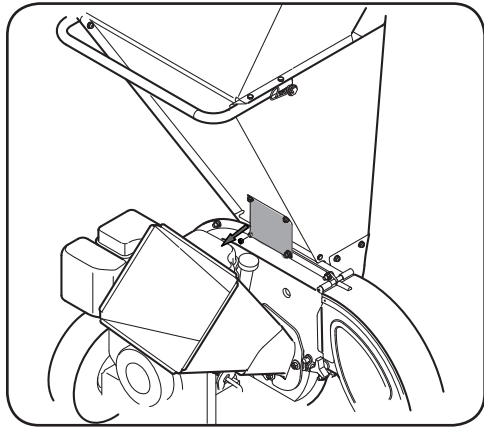

Figure 4-3
2. Retirez les deux écrous à bride et les deux boulons qui fixent le support de la trémie d'alimentation de la broyeuse-déchiquteuse au boîtier de la turbine. Gardez la quincaillerie pour usage ultérieur. Voir Figure 4-3.